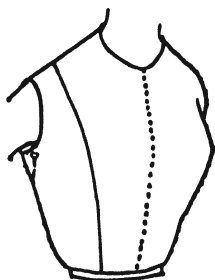

Рис. 27
- Сначала определите, достаточно ли ширина проймы. На нормальной фигуре вы сможете под каждой рукой заложить двойную складку глубиной 2 см ( $2 \times 2 = 4$  см с каждой стороны, то есть всего 8 см). На рис. 27 вы видите, как эта складка заколота булавкой.